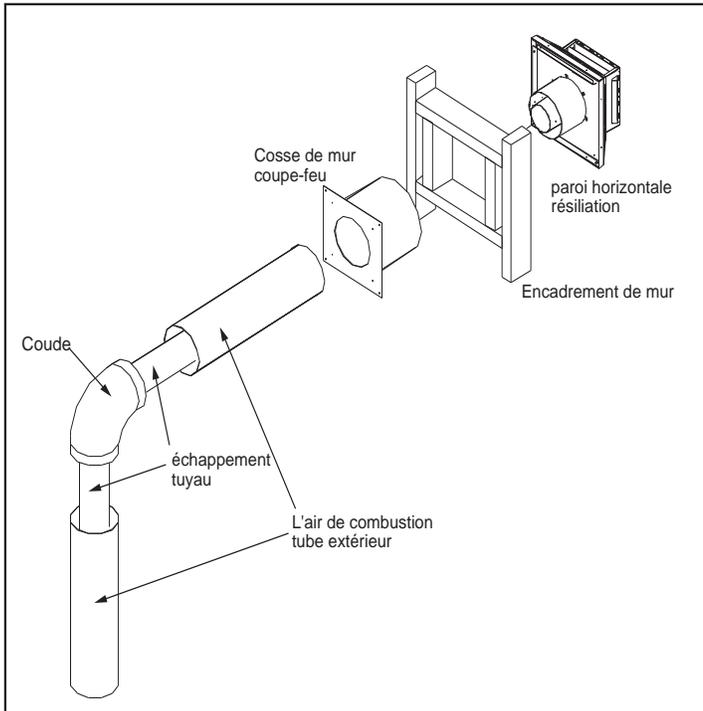
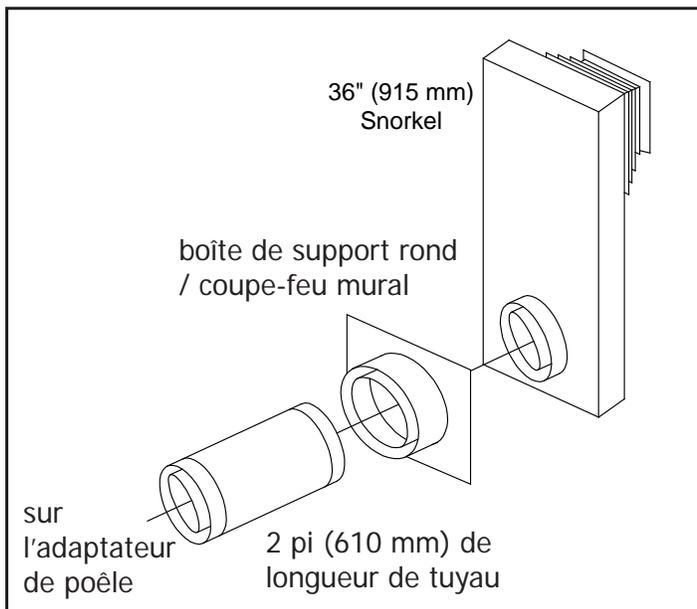

Figure 18: Installation horizontale commune.
Figure 20: Installation commune de tuba.
Il existe trois (3) types de base d'installations de systèmes à évacuation directe. Les trois (3) types d'installations sont illustrés de la Figure 18 à la Figure 20.